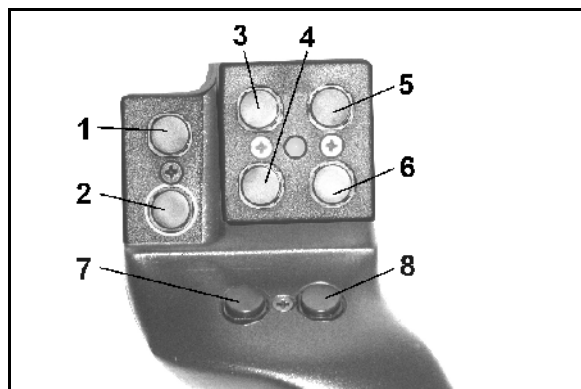
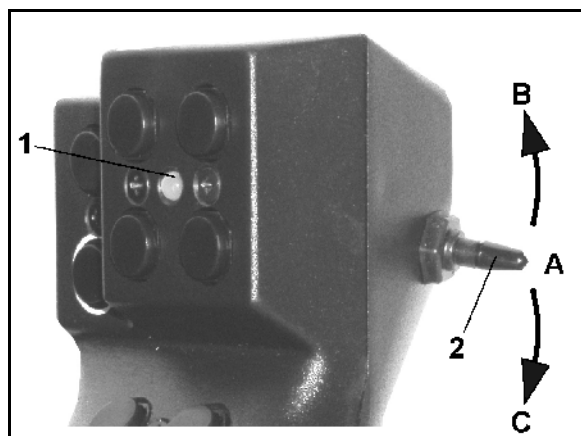

Fig. 75
Fig. 76
Para manejar el **AMATRON+**, el joystick multifuncional (Fig. 75) tiene 8 teclas (1 - 8) disponibles. Además, mediante el interruptor (Fig. 76/2), la ocupación de las teclas se puede cambiar en 3 sentidos.
- Posición central (Fig. 76/A) y se puede accionar hacia
- arriba (Fig. 76/B) o
- abajo (Fig. 76/C).
La posición del interruptor se muestra mediante una luz LED (Fig. 76/1).